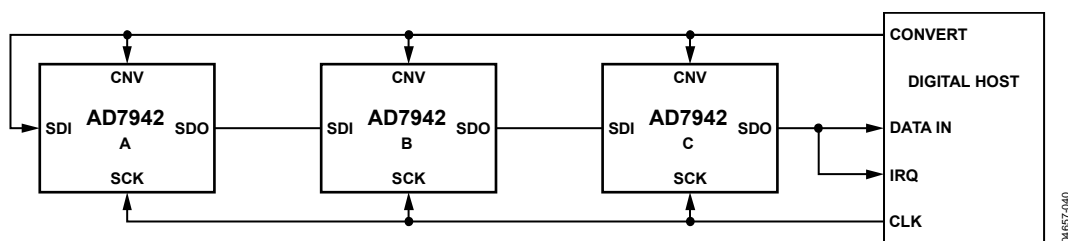
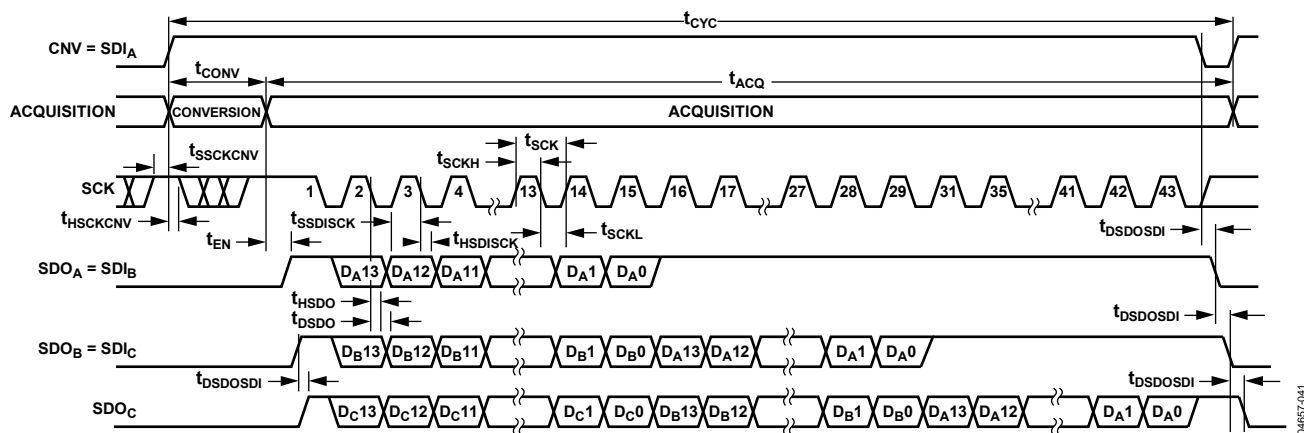

図 40. チェーン・モード、ビジー表示ありの接続図
図 41. チェーン・モード、ビジー表示ありのシリアル・インターフェース・タイミング
- チェーン・モードでは、CNV立上がりエッジ時にSCKがハイ・レベルになった場合(図 41参照)。
このモードを使うと、3線式シリアル・インターフェースに複数のAD7942をディジーチェーン接続することができると同時にビジー表示も提供できます。この機能は部品数と接続配線数の削減に役立ちます。例えば、孤立した複数のコンバータを使用するアプリケーションまたはインターフェース能力が制限されているシステムではこの接続が使用されます。データのリードバックは、シフトレジスタをクロック駆動するのに似ています。図40に3個のAD7942を使った接続図例を、図41に対応するタイミングを、それぞれ示します。
ADC (図40ではADC C)のSDOがハイ・レベルに駆動されます。SDO上のこの変化をビジー表示として使って、デジタル・ホストから制御されるデータ・リードバックを開始することができます。その後AD7942はアキュイジション・フェーズに入り、パワーダウンします。内部シフトレジスタに保存されているデータビットは、後続のSCKの立下がりエッジでMSBファーストで出力されます。各ADCで、SDIが内部シフトレジスタの入力に接続され、SCKの立下がりエッジでクロック駆動されます。チェーン内の各ADCはデータのMSBを先頭に出し、N個のADCをリードバックするためには  $14 \times N + 1$  個のクロックが必要です。立上がりエッジを使ってデータを取込むことができますが、SCKの立下がりエッジを使うデジタル・ホストを使うと、ホールド・タイムが許容できる限り、高速な読出しレートが可能になり、かつチェーン内のAD7942の数を増やすことができます。例えば、5 nsのデジタル・ホスト・セットアップ・タイムと3 Vのインターフェースでは、220 kSPSの変換レートで動作する最大8個のAD7942を1本の3線式ポートにディジーチェーン接続することができます。